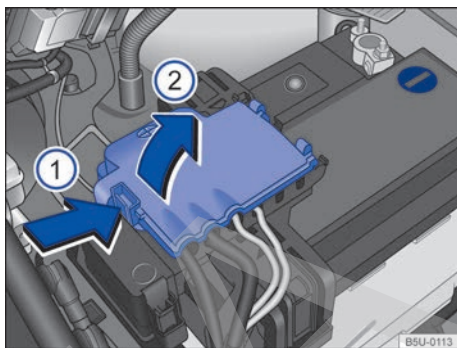

Fig. 156 Compartimento del motor: acceso al terminal positivo de la batería.
- Abrir la cobertura del polo positivo. Para abrir, presionar la traba en el sentido de la flecha → fig. 156 ①, plegar la cobertura hacia el costado en el sentido de la flecha ②.